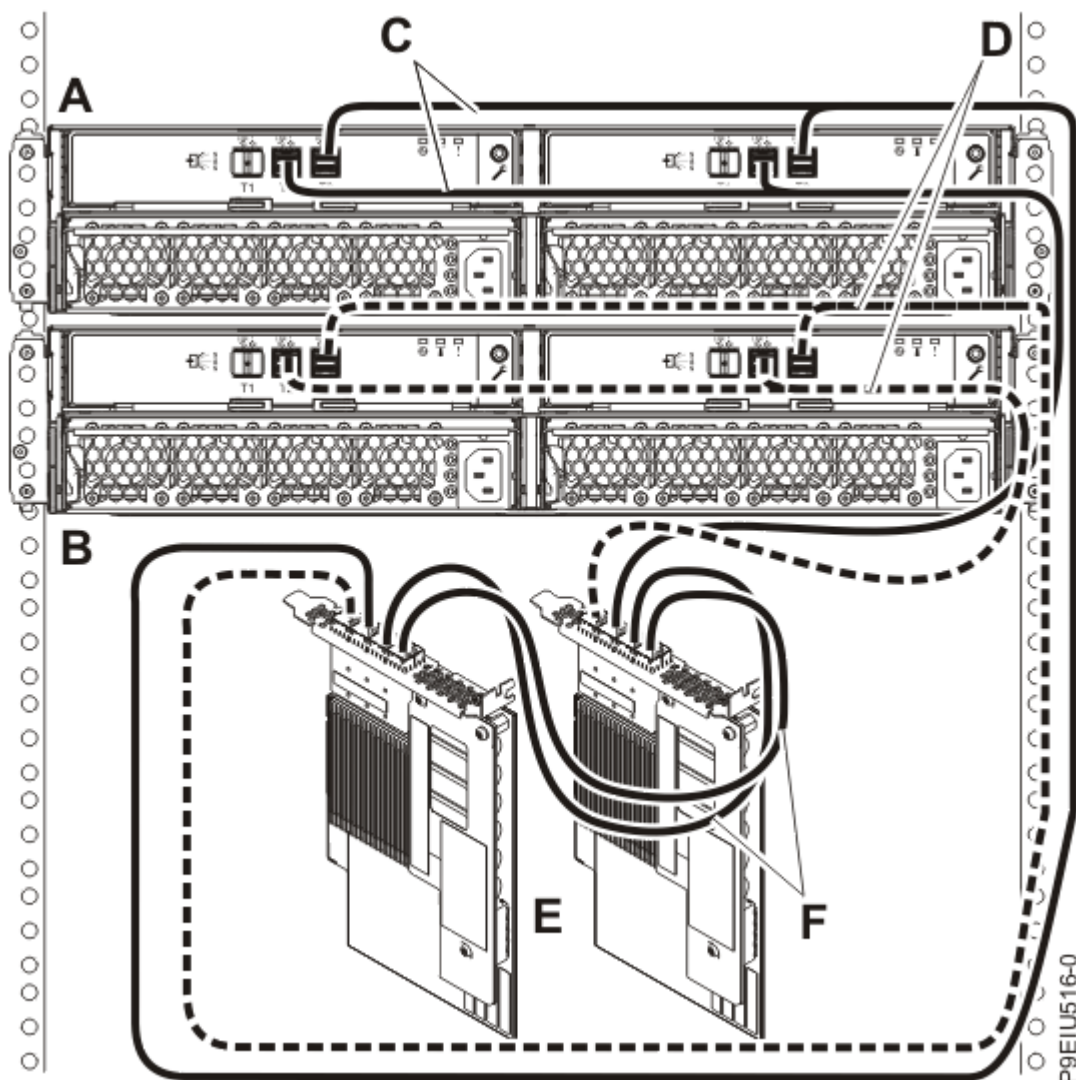

図 16. AA ケーブル付きの 1 対の FC EJ0L SAS アダプター・ペアまたは FC EJ14 SAS アダプター・ペアへの Y012 ケーブルを使用した、2 台の ESSL ストレージ・エンクロージャーまたは ESLS ストレージ・エンクロージャーのモード 1 接続
16. 次に、21 ページの図 16 に示すように、YO12 ケーブル (C および D) を利用して、FC EJ0L SAS アダプター・ペアまたは FC EJ14 SAS アダプター・ペア (E) と AA ケーブル (F) を接続し、2 台のエンクロージャ (A および B) のモード 1 接続を完了し、29 ページの『ケーブルと電源コードの接続およびカバーの取り付け』に進みます。
- SAS アダプター・ペア (E) の各アダプターは、他方のアダプターおよび 24 個または 48 個のドライブ・ベイのすべてにアクセスできます。